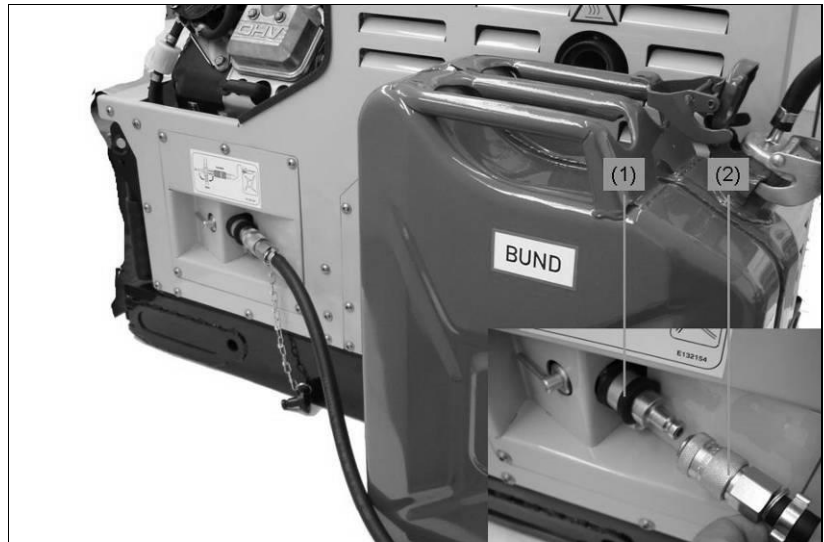

Abb. 5-12: Betankungsgerät anschließen
2. Schnelltrennkupplung (Abb. 5-12-(2)) auf Anschluss Fremdbetankung (Abb. 5-12-(1)) aufstecken.
1. Gerändelte Hülse der Schnelltrennkupplung (*Abb. 5-12-(2)*) zurückziehen.